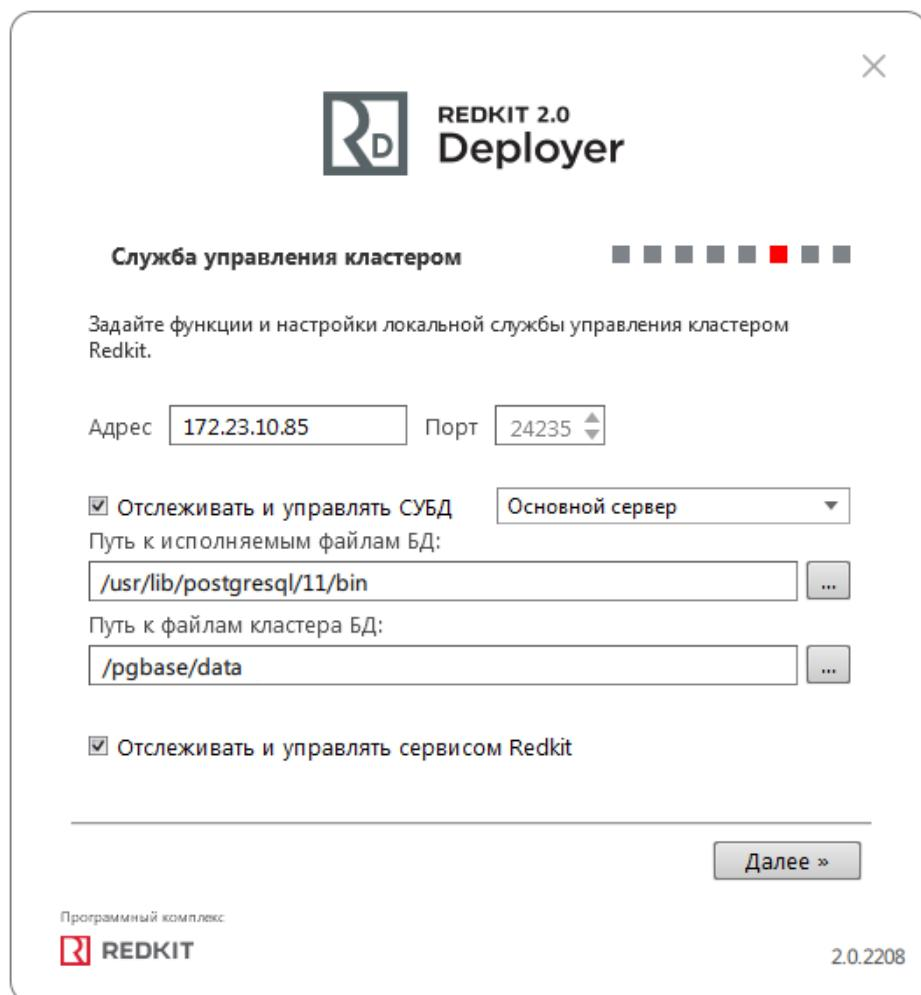

Рисунок 24 - Служба управления кластером
15. Укажите настройки службы управления кластером Redkit согласно Таблице 6 и нажмите **Далее** (Рисунок 24).